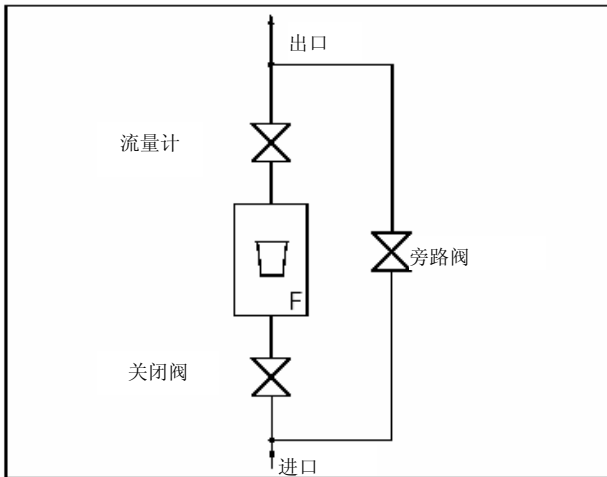

图 3: 安装示例
- 如流量计所安装的管路不得或不能发生中断, 则应如图 3 所示安装旁路。